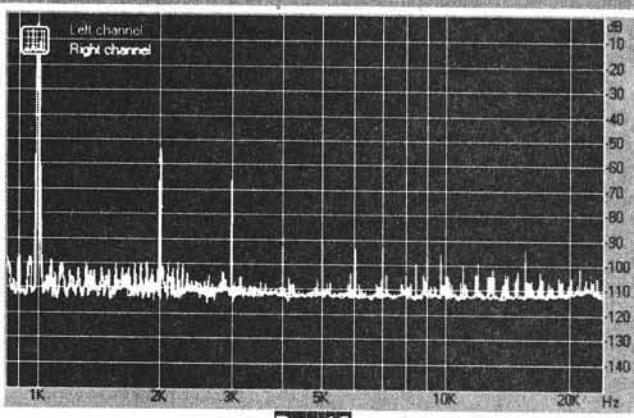

Рис.16
**Дополнение.** Продолжая экспериментировать, я вместо двух транзисторов L1530 в фильтре питания каждого канала поставил один более мощный IRFP460 на оба канала. Падение напряжения на нём 5.5 вольт. Переделал входной каскад лампо-поле-биполярного усилителя [2] по схеме усилителя с резистивной нагрузкой и катодного повторителя, входная лампа та же, что и была первоначально - ECC88. Нелинейные искажения на высоких частотах резко уменьшились (рис. 16). Звучание обоих усилителей практически не отличается.